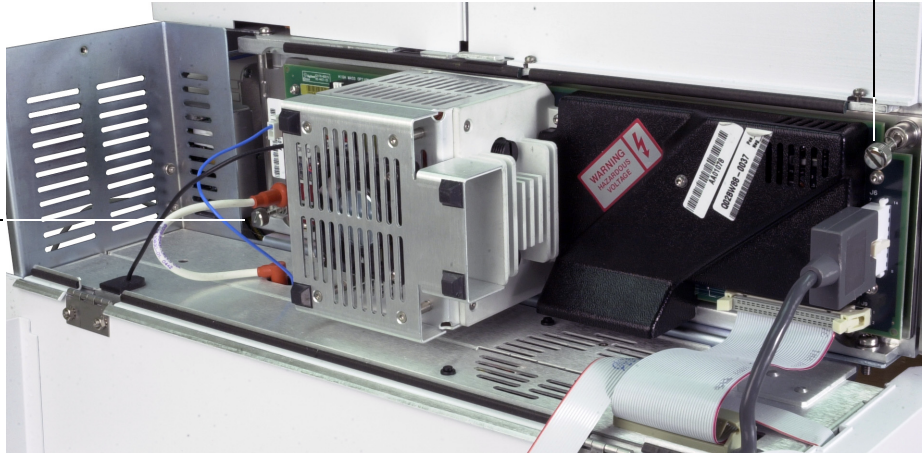

Abb. 19 Rändelschrauben der Seitenabdeckung
- 8 Ziehen Sie die Rändelschrauben an der Seitenabdeckung handfest an (Abb. 19).